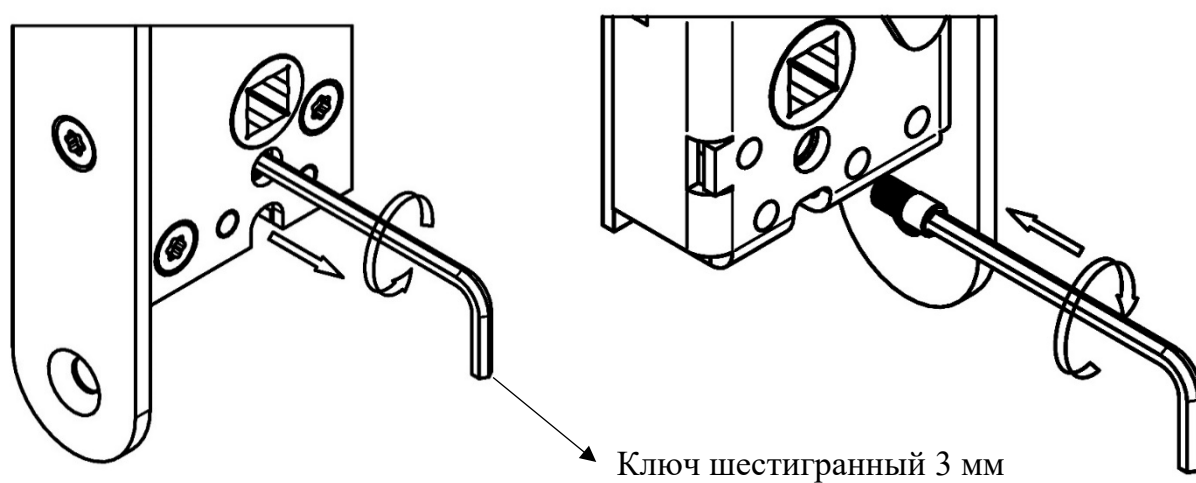

Рисунок 5 – Изменение состояния ручек выхода
- Состояние ручек выхода (что определяет какая из ручек электрически управляемая) (рисунок 5).